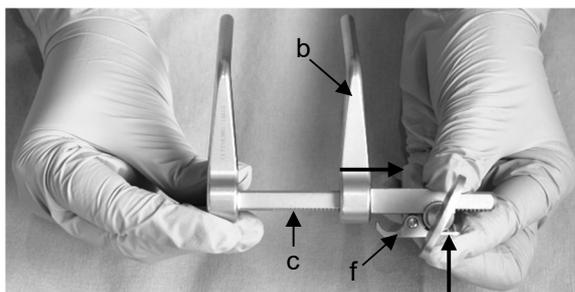

Fig. 7a
4. Per potere avvitarla la seconda vite di distrazione nel corpo vertebrale, occorre preparare il distrattore di CASPAR destro (LMJ-5) in modo corrispondente. A tale scopo, fare scorrere il braccio mobile (b) del distrattore di CASPAR sulla guida dentata (c) verso l'esterno fino a quando è possibile rimuoverlo, rilasciando al contempo il dispositivo di blocco (f) premendo in direzione della guida dentata (c) (Fig. 7a).